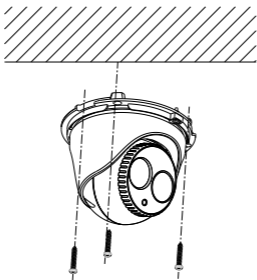

图3-4 安装摄像机
4. 连接好线路，用随机附带的螺钉自下往上插入定位螺钉孔中，然后旋紧将摄像机固定到天花板上。如图 3-4 所示。